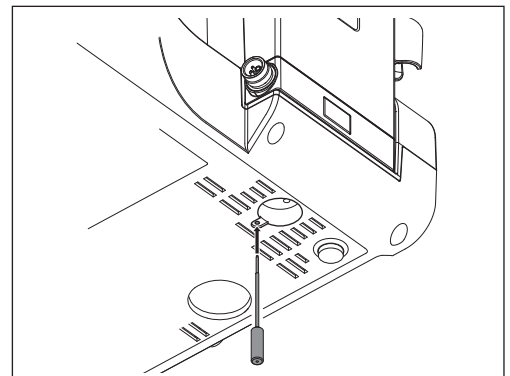

Fig. 42
- 1) Introduza a ferramenta de desbloqueio no orifício na base da unidade de controlo e empurre ao máximo. (Fig. 42)